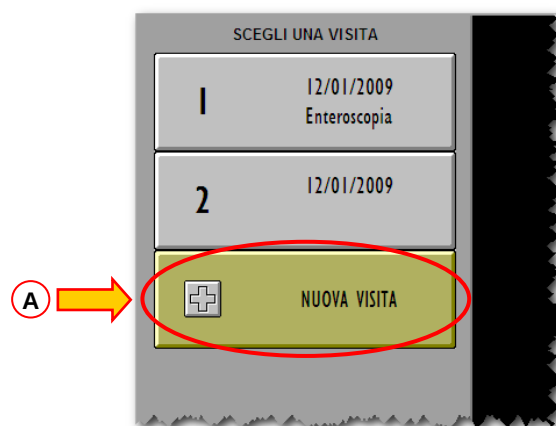

Fig 69 - Nuova visita
- Cliccare il pulsante **NUOVA VISITA** (Fig 69 A).